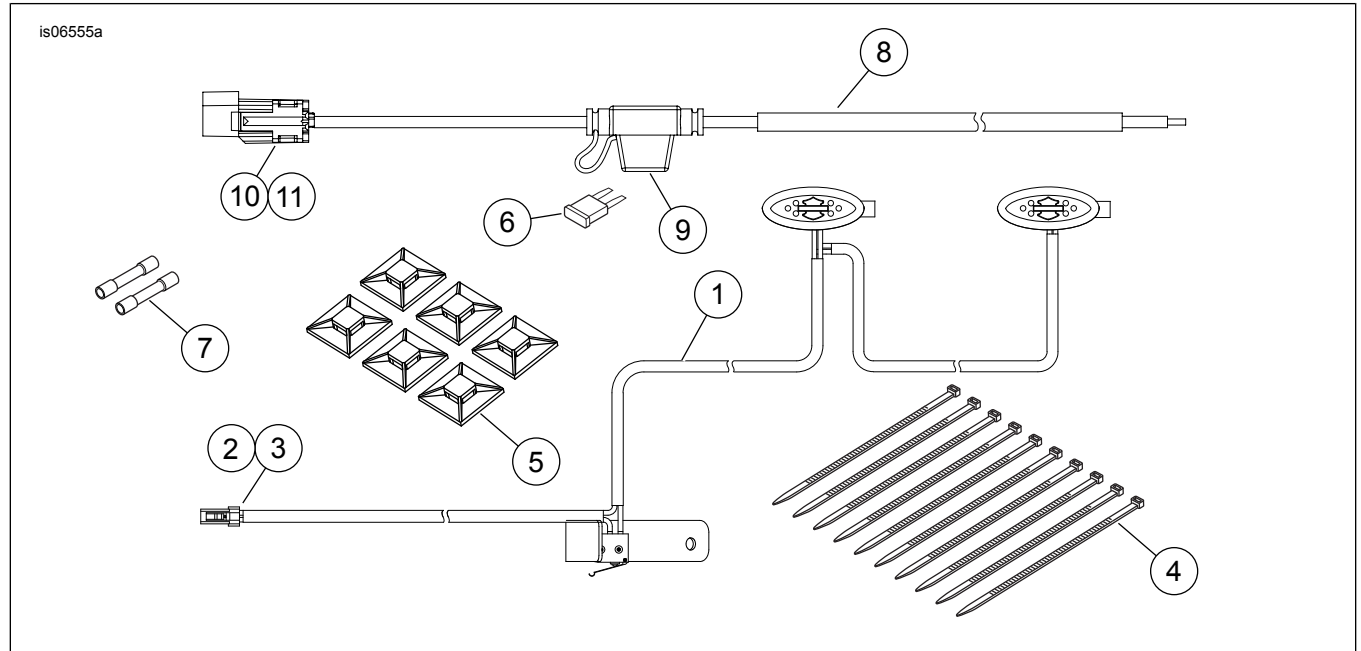

Abbildung 7. Ersatzteile, Trike-Innenbeleuchtungssatz für Aufbewahrungskoffer
Siehe Abbildung 7 und Tabelle 1.
8. Siehe Abbildung 7. Einen Kabelclip (5) nach Bedarf unter dem Beleuchtungskabelbaum im Aufbewahrungskoffer anbringen. Den Kabelbaum mit einem Kabelbinder (4) am Kabelclip sichern. Diesen Schritt nach Bedarf wiederholen, bis der Kabelbaum sicher befestigt ist.
- c. Zum Ausbau des 2-poligen Buchsengehäuses (Abbildung 7, Teil 2) aus dem Aufbewahrungskoffer-Beleuchtungskabelbaum auf das Werkstatthandbuch Bezug nehmen.
- i. Siehe Werkstatthandbuch. Das schwarze Kabel des Kennzeichenleuchten-Kabelbaums mit einem versiegelten Stoßverbinder (Abbildung 7, Teil 7) mit dem schwarzen Kabel des Aufbewahrungskoffer-Beleuchtungskabelbaums verspleißen.
- m. Siehe Abbildung 7 und Werkstatthandbuch. Den Stromversorgungskabelbaum (8) an Steckverbinder B+ [160B] im Bereich unter dem Sitz anschließen.
- o. Zum Ausbau des 2-poligen Buchsengehäuses (Abbildung 7, Teil 2) aus dem Aufbewahrungskoffer-Beleuchtungskabelbaum auf das Werkstatthandbuch Bezug nehmen.
- t. Siehe Werkstatthandbuch. Das rote Kabel des Aufbewahrungskoffer-Beleuchtungskabelbaums mit einem versiegelten Stoßverbinder (Abbildung 7, Teil 7) mit dem Kabel des Stromversorgungskabelbaums (8) verspleißen. Mit dem übrigen versiegelten Stoßverbinder (7) das schwarze Kabel des Kennzeichenleuchten-Kabelbaums mit dem schwarzen Kabel des Aufbewahrungskoffer-Beleuchtungskabelbaums verspleißen.
- v. Die 2-A-Sicherung (6) in den Inline-Sicherungshalter des Stromversorgungskabelbaums einbauen.